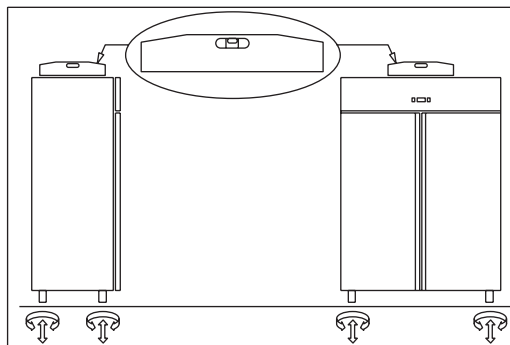

Fig.5
- posizionare l'armadio frigorifero utilizzando una livella con eventuale regolazione dei piedini del basamento metallico (Fig. 5)
- posizionare l'armadio frigorifero come descritto sopra (Fig. 5)